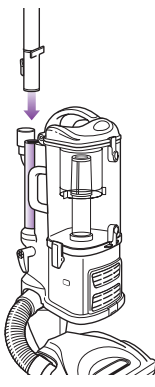

Fig. 9
- 3 Installez l'extrémité du tube de rallonge au tube qui se trouve à l'arrière du traîneau jusqu'à ce qu'il s'enclenche en place. (Fig. 9)